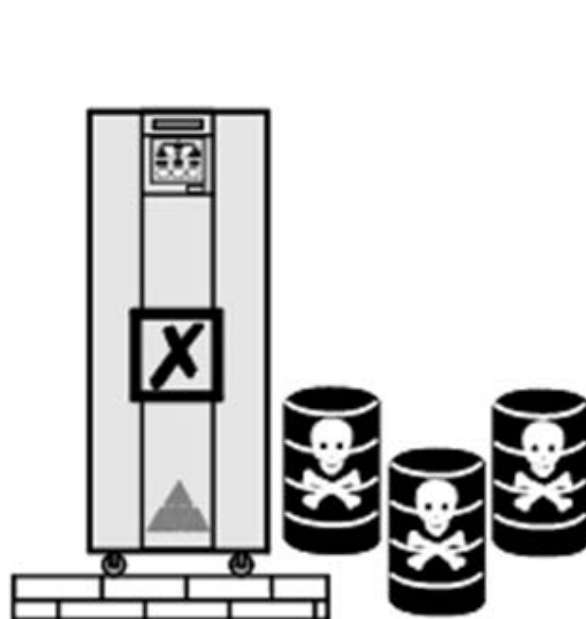

Рис. 9
6. Не устанавливайте ИБП в местах где присутствуют ядовитые газы и другие химические примеси (Рис. 9), а также в местах где в воздухе присутствуют загрязнения (цементная пыль, древесная пыль, дым и др.).